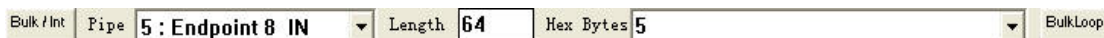

图 3.6 批量/中断传输
(6) 批量/中断传输, 见图 3.6, 包括 Pipe (端点), Length (传输长度), Hex Bytes (如果是